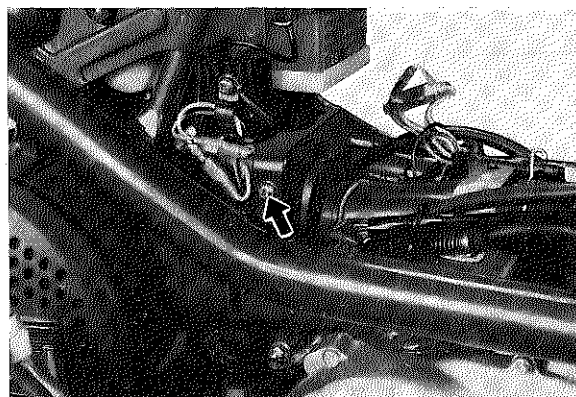

Fig. 2-3-3
1. Remove the air cleaner case cap and element assembly. (Figs. 2-3-3 and 2-3-4)
1. Enlever le couvercle du boîtier du filtre à air, et sortir l'élément de filtrage (Fig. 2-3-3 et 2-3-4).
1. Deckel des Luftfiltergehäuses abnehmen und die Filterelementeinheit entfernen. (Fig. 2-3-3; und 2-3-4)